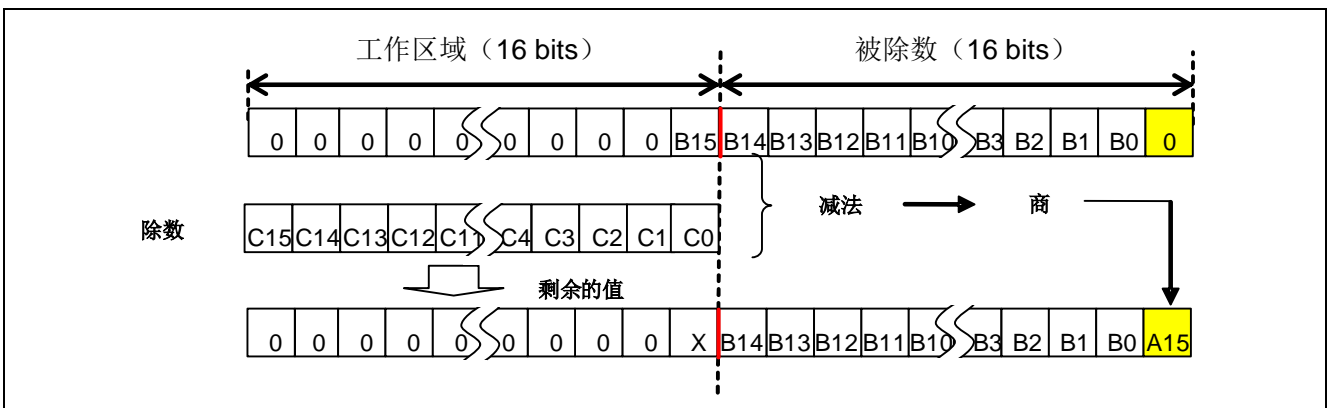

图 3.4 减法的执行
(3) 确认除数是否能从工作区域减去。如果可以减去，则这回的商为 1，如果不能减去则商为 0。将这个商存储在被除数（区域）的 LSB。将此次减法后剩余的值存储在工作区域（参照图 3.4）。
计算中需要注意的是商的数字位置（bit 位置）。向左移 1 位后进行减法，确保每次都商存储在被除数的 LSB。当步骤 (2) 和 (3) 都执行完，减法处理完成 1 位。例如图 3.4 的情况，存储在被除数的 LSB 的商位 A15 占 2 的 15 次方的位重。重复步骤 (2) 和 (3) 后，新的商存储在 A15 的右边（低位），占较轻的位重。